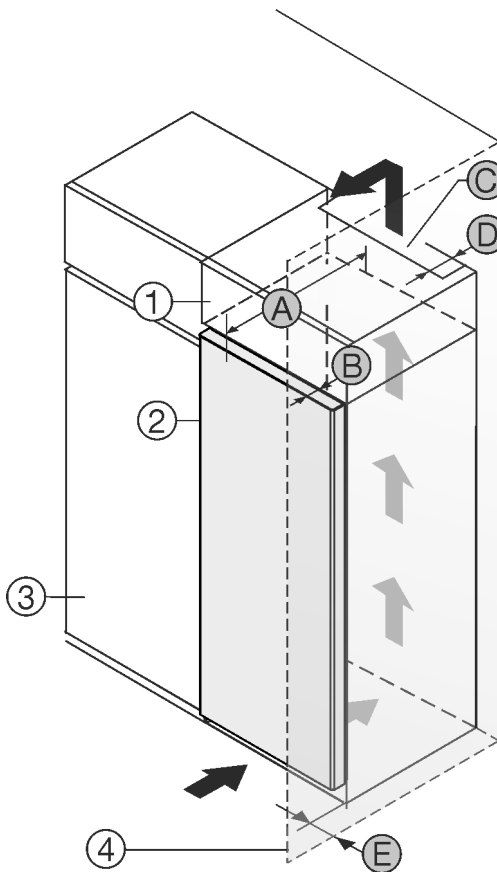

Fig. 1
Zariadenie môžete inštalovať priamo vedľa kuchynskej skrine Fig. 1 (3)\*
Na zadnej strane nadstavnej skrine musí byť vetracia šachta s hĺbkou Fig. 1 (D) cez celú šírku nadstavnej skrine.\*
Pod stropom miestnosti sa musí dodržať prierez vetracieho otvoru Fig. 1 (C)\*
Ak zariadenie nainštalujete so závesmi vedľa steny Fig. 1 (4), tak vzdialenosť medzi zariadením a stenou musí byť minimálne 13 mm.\*
Aby ste mohli dvere úplne otvoriť, zariadenie musí vyčnievať o hĺbku dverí Fig. 1 (B) prednej časti kuchynskej skrine. V závislosti od hĺbky kuchynských skrií Fig. 1 (3) a použitia dištančných držiakov na stenu môže zariadenie prečnievať ešte viac.\*